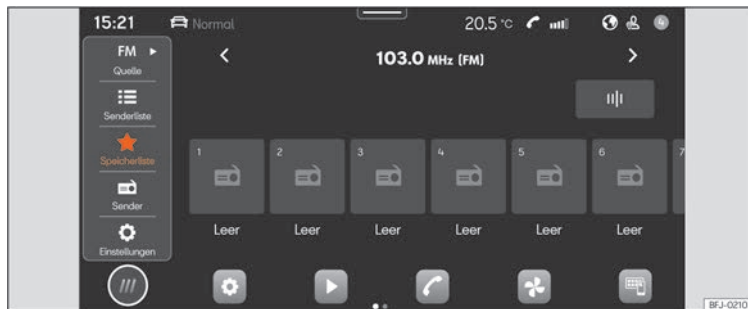

Abb. 151 Schematische Darstellung: Ansicht Radio
- Drücken Sie **HOME** > >>> **Abb. 151**.